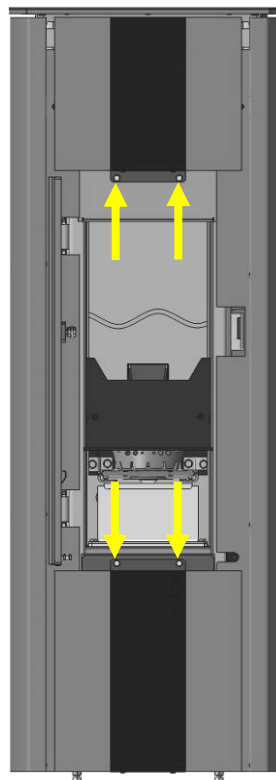

Fig. 7 : vue avant *daily.nrg*®
3. Dévissez les vis de fixation des habillages (Fig. 7)